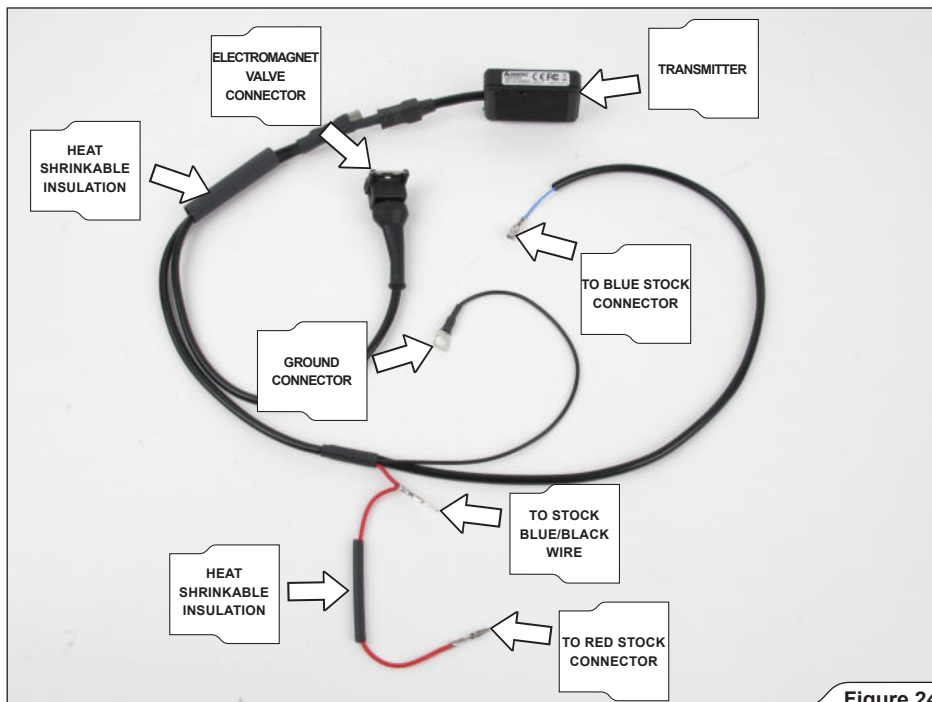

Figure 24
19. Transmitter wiring harness (Figure 24).